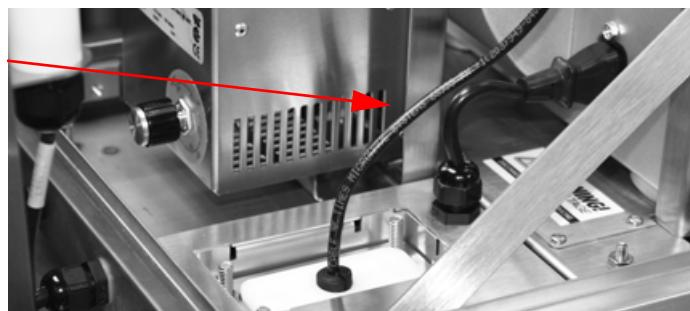

Figura 5-30. Inserte la arandela dividida en las placas de sellado divididas
15. Envuelva una arandela de orificio pequeño que se incluye con la impresora alrededor del cable con el extremo pequeño de la arandela apuntando hacia abajo. Oriente la división de la arandela a una posición que sea de 90 grados con respecto a la división en el inserto del sello dividido. Presione la arandela en el orificio cónico del inserto del sello dividido. En este momento, coloque el cable como se muestra a continuación. Consulte la Figura 5-30.